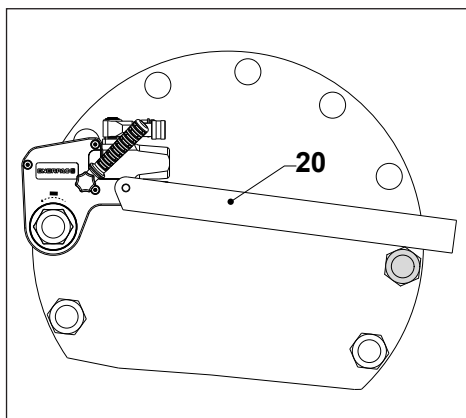
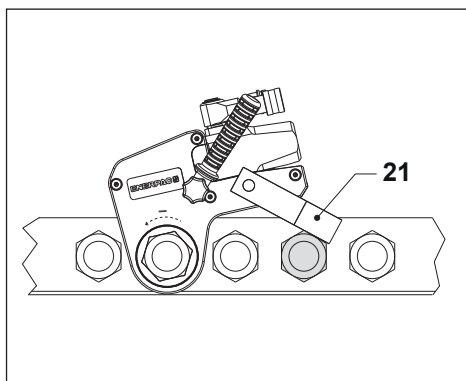

Fig. 13
Fig. 14
4.3.4 Usar um Braço de Reação Longo (fig. 13)
- Posicione o braço de reação longo da série WTE (20) contra um ponto de reação adequado. O ponto de reação irá suportar a força causada pela operação da ferramenta.
4.3.5 Usar a pá de reação (fig. 14)
- Posicione a pá de reação da série WRP (21) contra um ponto de reação adequado. O ponto de reação irá suportar a força causada pela operação da ferramenta.
Consulte nas fig. 14 e 17 os componentes da conexão giratória.